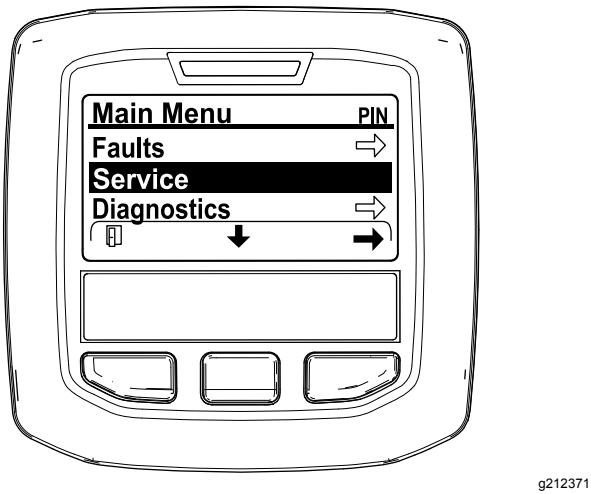

Figure 42
2. Naviguez jusqu'au MENU PRINCIPAL, appuyez sur le bouton central pour défilez jusqu'au menu ENTRETIEN et appuyez sur le bouton droit pour sélectionner l'option ENTRETIEN (Figure 42).